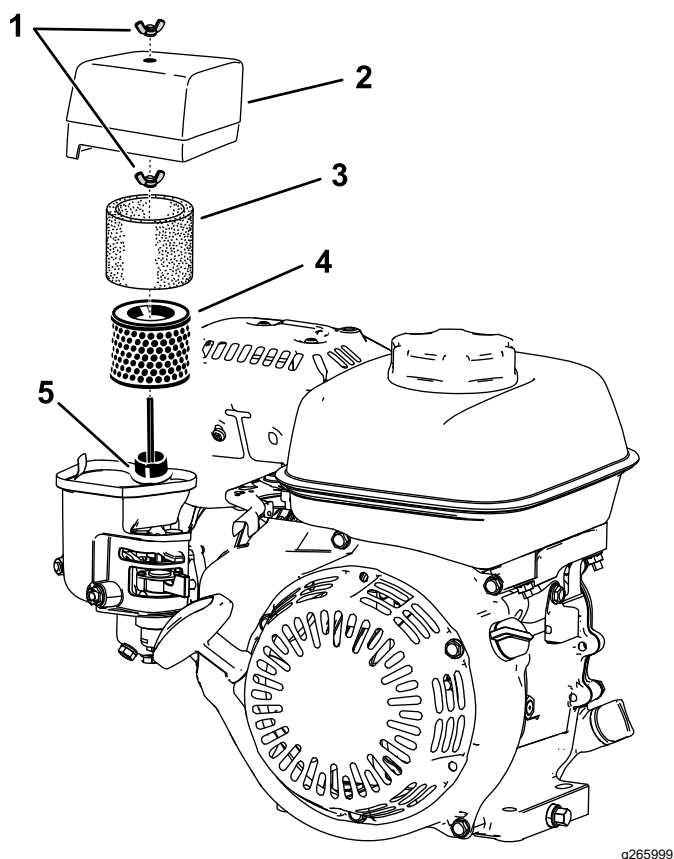

Рисунок 31
2. Отверните барашковую гайку, которая крепит крышку воздухоочистителя (Рисунок 31).